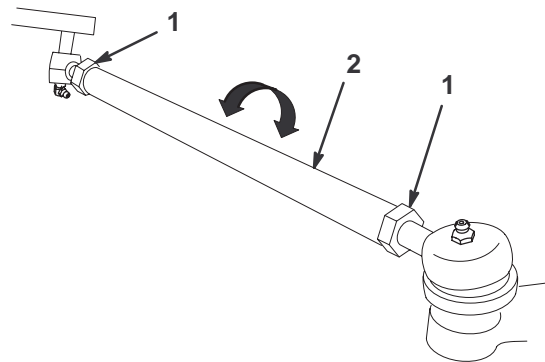

**Bild 36**
2. Messen Sie den Abstand zwischen beiden Vorderreifen auf Achshöhe (an der Vorder- und Rückseite der Vorderreifen) (Bild 36). Eine Messlehre wird für das hintere Maß der Vorderreifen auf Achshöhe erforderlich. Benutzen Sie das gleiche Maß für das genaue Vermessen der Vorderseite der Vorderreifen auf Achshöhe (Bild 36).